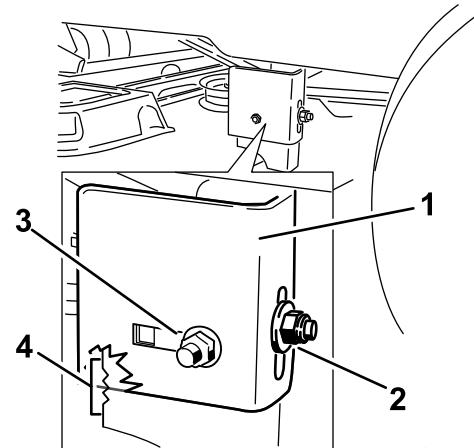
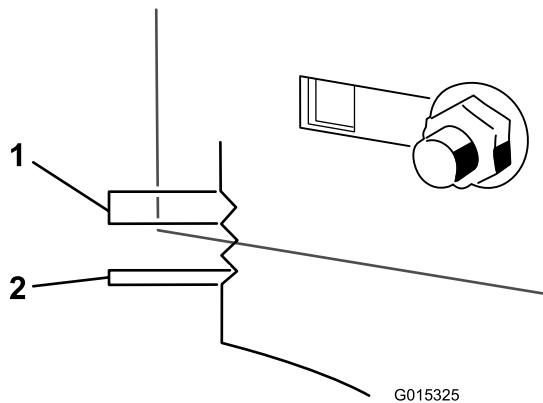

Figure 60
Figure 61
8. Desserrez l'écrou de blocage arrière sur le support (Figure 60).
9. Desserrez l'écrou de blocage latéral sur le support jusqu'à ce qu'il soit possible d'ajuster le support (Figure 60). Utilisez les crans du support soudé pour mesurer le réglage requis. La surface de chaque cran équivaut à 6 mm, tandis qu'un côté équivaut à 3 mm (Figure 61). Réglez le plateau de coupe à la hauteur voulue.